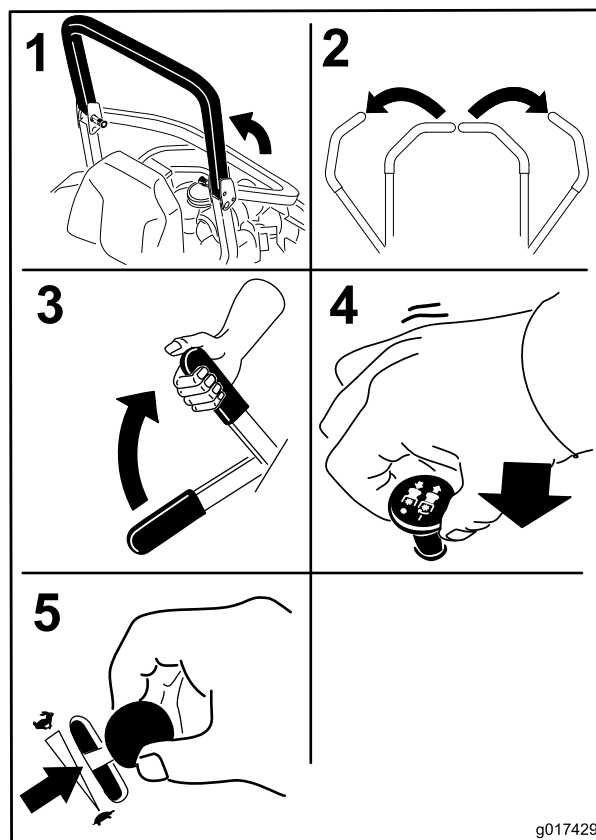

Bild 18
4. Stellen Sie den Zapfwellenantriebsschalter (ZWA) auf die Aus-Stellung (Bild 18).